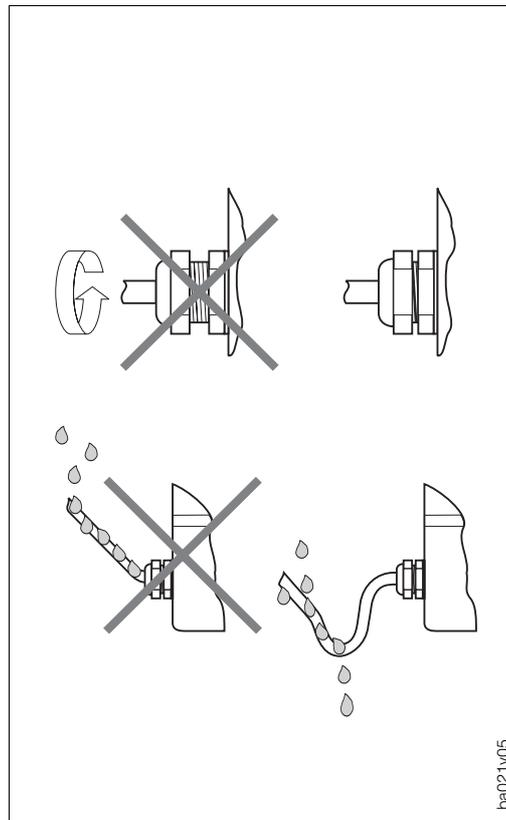

Abb. 5
- Kabeleinführung fest anziehen (siehe Abb. 5)
- Kabel vor der Kabeleinführung in einer Schlaufe verlegen (siehe Abb. 5). Auftretende Feuchtigkeit kann so nicht zur Einführung gelangen.